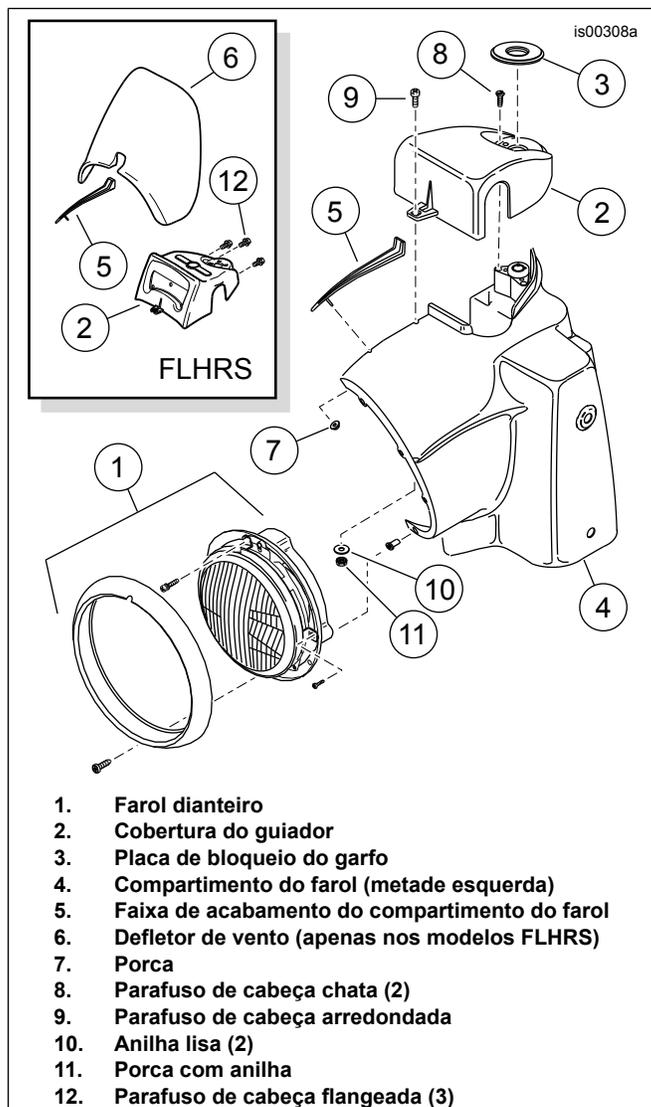

Figura 3. Compartimento do Farol, Farol Dianteiro e Cobertura do Guiador (Ilustração do Modelo FLHR)
14. **Para TODOS os modelos Road King:** consulte o Figura 3 . Aceda ao interior do compartimento do farol dianteiro (4) e remova a porca flangeada (7), a fim de soltar a faixa de acabamento (5) que se encontra na parte superior do compartimento do farol.